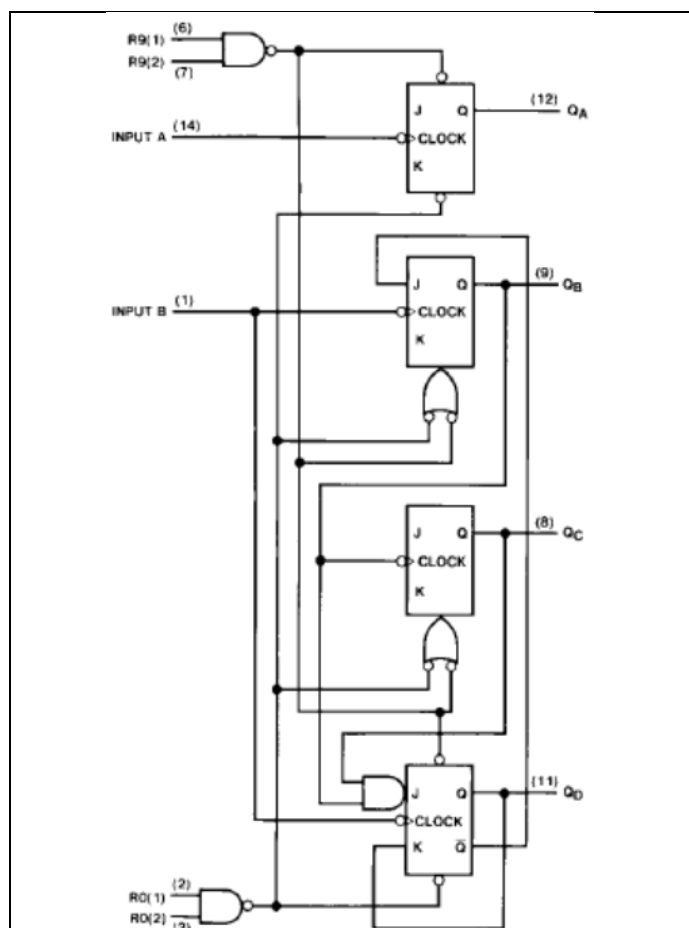

Figura 4: Circuito sequencial 74LS90
2.3 O CI 74LS90 não consta no simulador Digital.exe. Sua construção é baseada em Flip-Flops JK conforme figura 4 e seu funcionamento figura 5. Desenvolva o **Circuito 2** no simulador “Digital.exe” como um subcircuito e mostre os testes junto com um display de 7 segmentos confirmando o seu funcionamento conforme figura 5. Dúvida sobre o CI 74LS90, estude seu datasheet, veja o que ele faz, procure na internet ou veja datasheet no SIGAA.